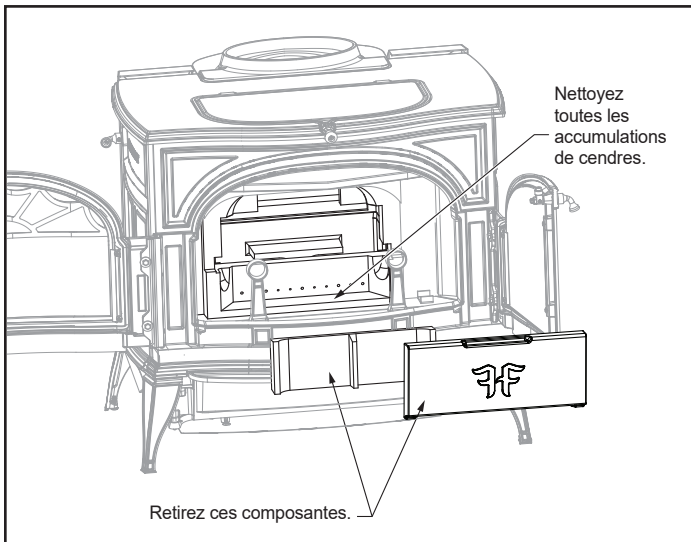

Figure 3,6 – Inspecter et nettoyer les cendres accumulées derrière le système de combustion.
- Vérifiez s'il y a une accumulation de cendres à l'arrière de l'ensemble de combustion et nettoyez-la. Il est bon de le faire durant le nettoyage annuel du carneau. Inspectez le passage derrière l'ensemble de combustion (un miroir facilitera la tâche) et aspirez les cendres à l'aide d'un tuyau d'aspirateur flexible inséré dans ce passage (Figure 3,6).